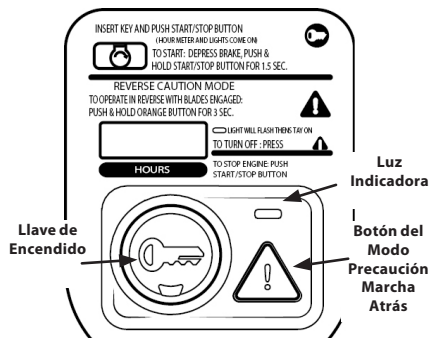

Figura 27
2. Mantenga presionado el botón MODO PRECAUCIÓN MARCHA ATRÁS durante 3 segundos. La luz indicadora parpadeará durante 3 segundos y permanecerá encendida cuando se active el MODO PRECAUCIÓN MARCHA ATRÁS. Consulte la Figura 27.
3. La luz indicadora ubicada encima del MODO PRECAUCIÓN MARCHA ATRÁS estará ENCENDIDA mientras este modo esté activado. Consulte la Figura 27.